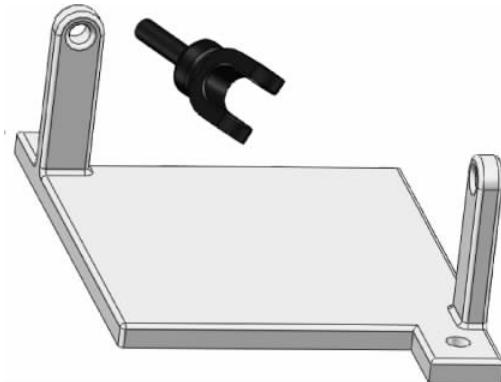

图 3-55 旋转零部件
(2) 为了便于进行配合约束，先旋转【输出轴】。单击【装配体】工具栏中的 【移动零部件】下拉按钮 ，选择【旋转零部件】命令 ，弹出【旋转零部件】的属性设置，此时鼠标指针变为图标 ，将零部件旋转至合适的位置，单击【确定】按钮 ，如图 3-55 所示。